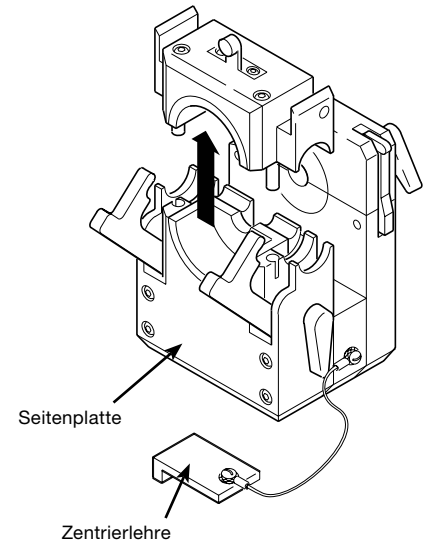

Abbildung 20 Entfernen des Oberteils der Seitenplatte
5. Entriegeln und entfernen Sie die Oberseite der CWS-5FSP2 Seitenplatte. Siehe Abbildung 20.